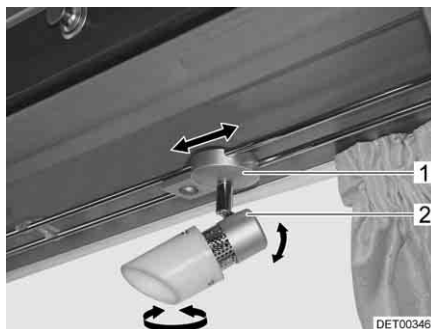

Fig. 36 Faretto
- Afferrare l'involucro (Fig. 36,2) e girarlo.
- Afferrare il supporto (Fig. 36,1).